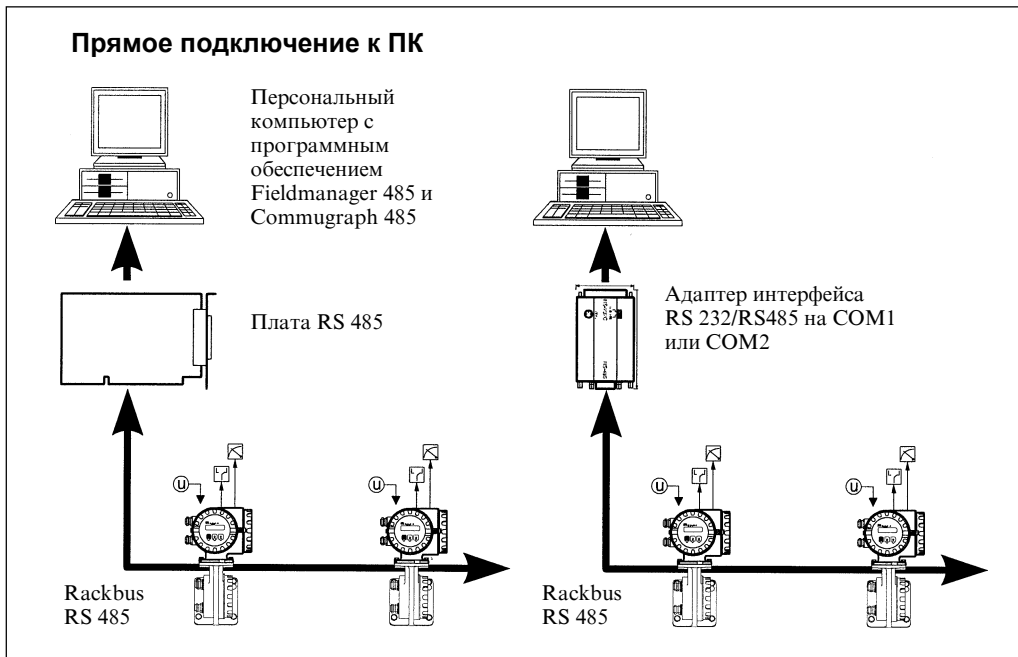

Рис. 39
- прямое подключение трансмиттера к персональному компьютеру через плату последовательного интерфейса RS 485 или адаптер интерфейса RS 232/RS 485 (см. рис.39);